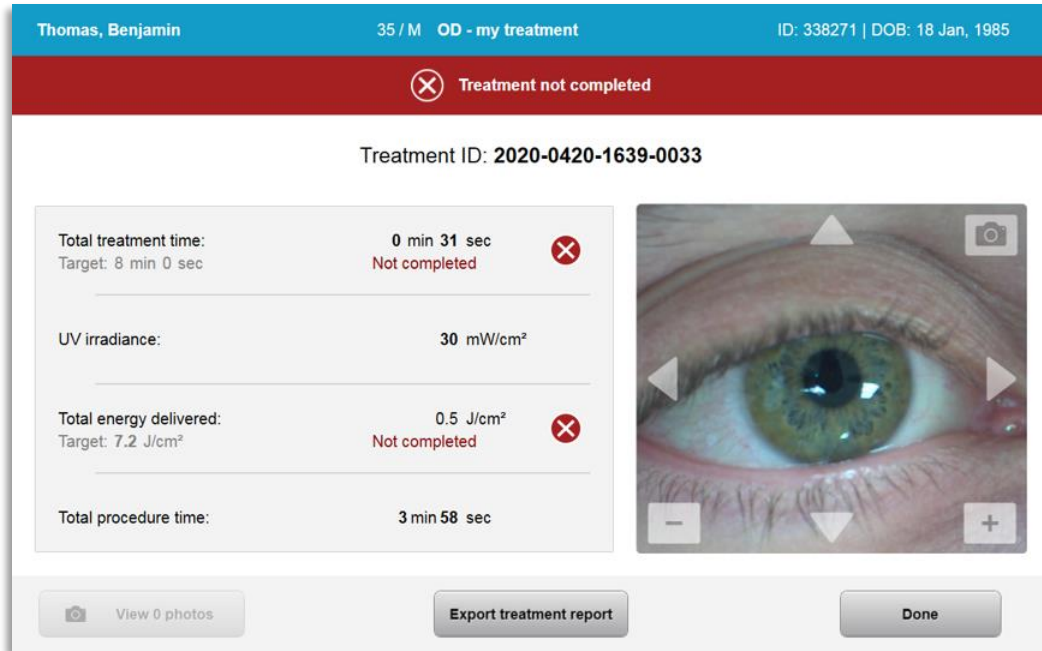

Figura 3-30. Tratamento parcial Não completo
- Será mostrada informação de Tratamento parcial como mostrado na figura 3-30.